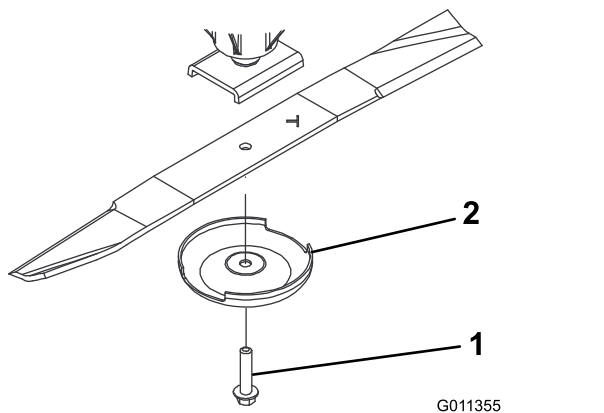

Рисунок 72
3. Возьмитесь за конец ножа, используя ветошь или перчатку на толстой подкладке, отверните болт ножа, снимите защитный колпак и нож с вала шпинделя (Рисунок 72).
4. Установите нож загибом в направлении режущей деки, защитный колпак и болт ножа (Рисунок 72).